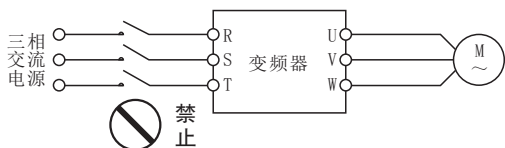

图1-5
- 严禁在变频器输入侧使用接触器等开关器件进行直接频繁起停操作。因变频器主电路存在较大的充电电流，频繁通断电，将产生热积累效应，引起元器件热疲劳，极大缩短变频器的使用寿命。如图 1-5 所示。